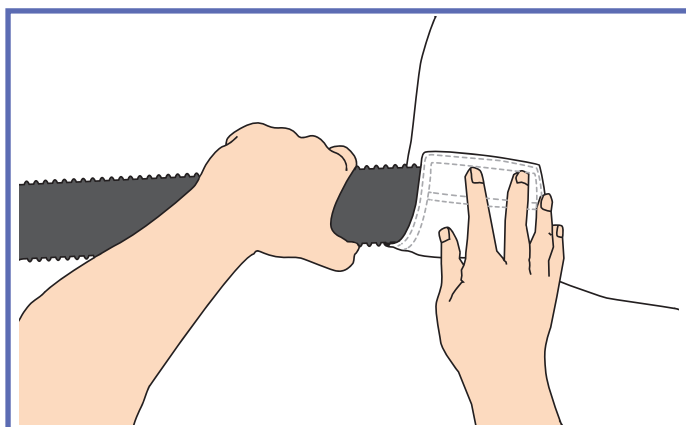

Fig. 4
- 3) Bruk borrelåsstroppen til å holde luftslangen på plass, "Fig. 4".